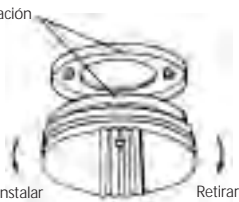

FIGURA 7
6. Se proporcionan marcas de alineación en el borde de la placa de ajuste y de la alarma. Después de instalar la placa de montaje, coloque la alarma en dicha placa y alinee las marcas de alineación. Gire la alarma en la dirección que indica la flecha "ON" en la cubierta de la alarma (consulte la Figura 7) hasta que se ajuste en su lugar.
Para reemplazar la batería, retire la alarma de la placa de montaje girándola en la dirección de la flecha “OFF” en la cubierta (consulte la Figura 7).